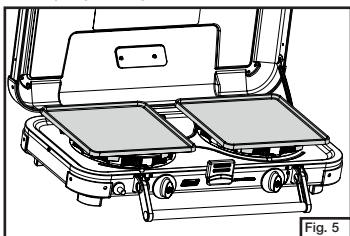

Fig. 5
- Il est aussi possible de placer les plaques chauffantes comme montré (Fig. 5).